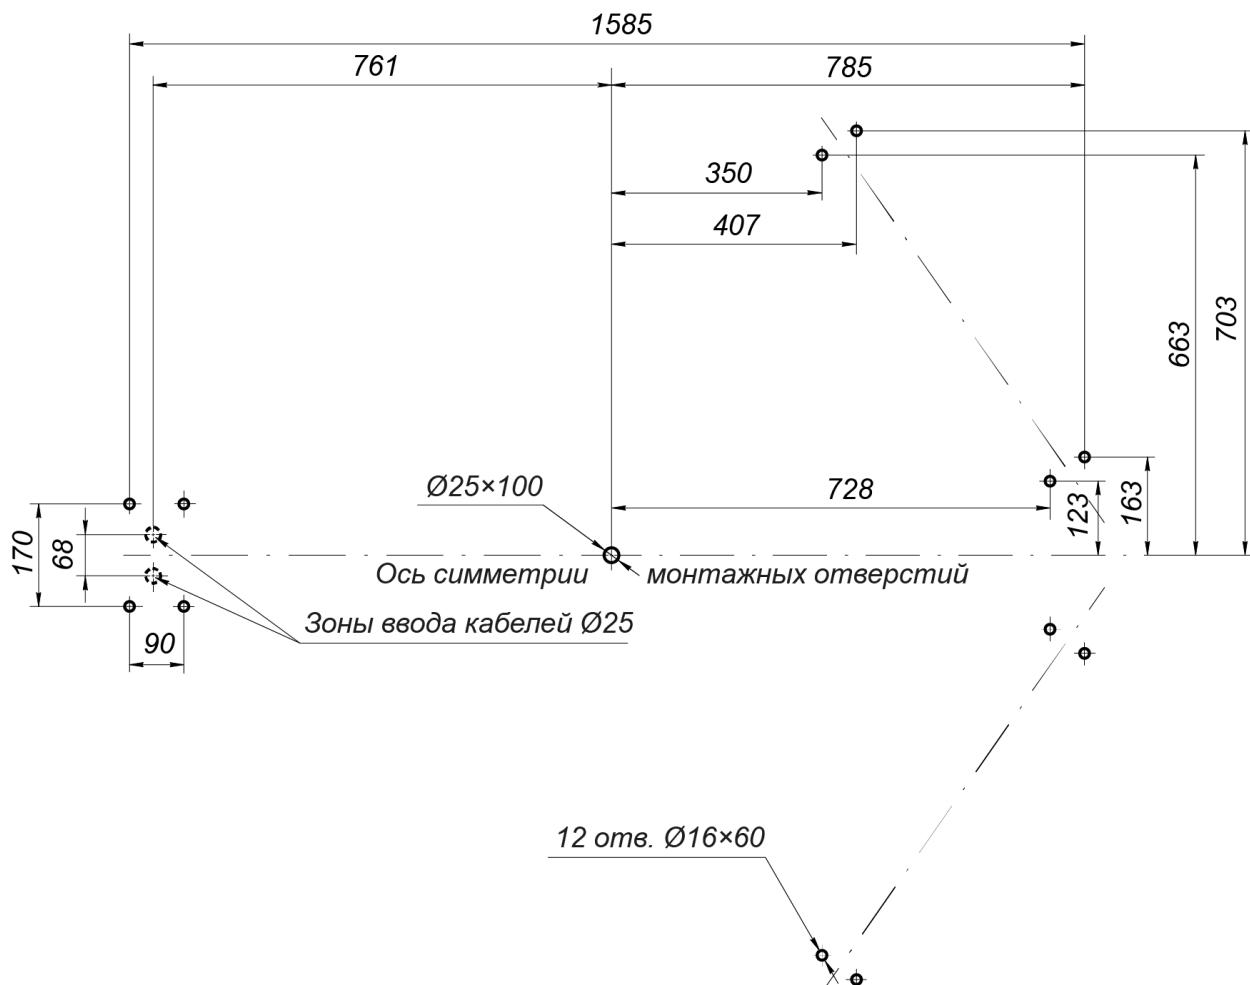
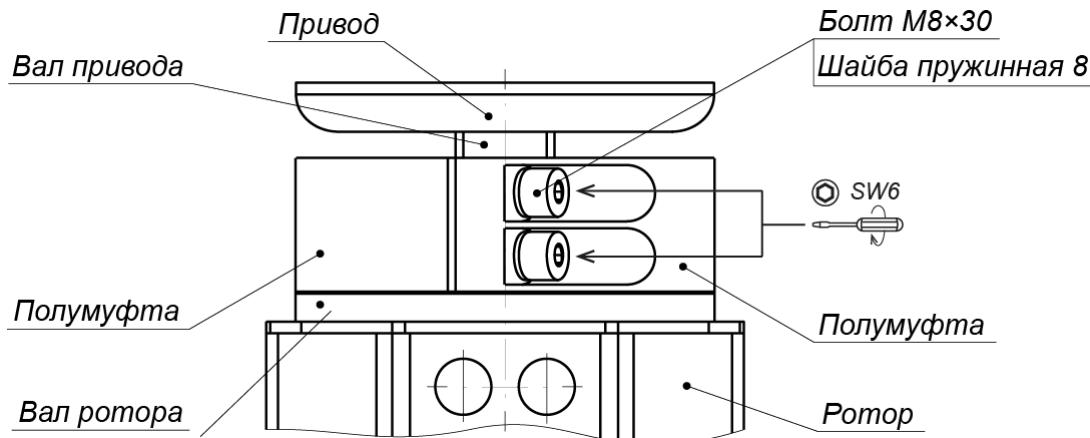

Рисунок 11. Схема разметки для монтажа турникета
Рисунок 18. Муфтовое соединение (4) вала привода исполнительного механизма с валом ротора (1)
Также на внутренней поверхности крышки имеется наклейка со схемой подключений турникета и дополнительного оборудования, аналогичная приведенной на рис. 11.
- Закрепите балку привода на стойке с препреждающими планками (5) двумя болтами M10×25, ключ SW8 (см. рис. 17) (для более удобного доступа к отверстиям можно предварительно снять накладку, резиновую пластину и вставку защитную, открутив четыре винта M4×16, ключ SW3, см. рис. 18).
22. Произведите подключение к контактам DIN-рейки в соответствии со схемой подключения турникета и дополнительного оборудования (см. рис. 11):
- кабелей индикации (12);
- кабеля питания турникета (13);
- кабеля ПДУ (15) или устройства РУ;
- кабеля устройства *Fire Alarm* (14) (в случае отсутствия устройства *Fire Alarm* убедитесь в наличии перемычки «*Fire Alarm*»);
23. Проверьте правильность и надежность электрических соединений в соответствии со схемой подключения турникета и дополнительного оборудования (см. рис. 11).
26. Установите крышку (9) на балку привода (8):
- Вкрутите четыре невыпадающих винта M5 (ключ SW4), фиксирующие крышку балки (см. рис. 18).